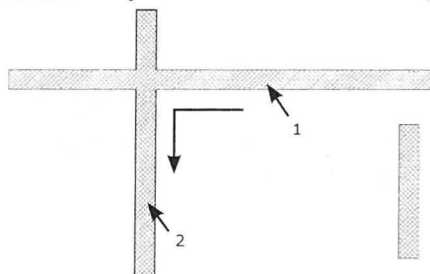

Fig. 06.24. Det er ikke ligemeget, på hvilken side af hjørnet, du vælger væggene.
På figur Fig. 06.24 er der tegnet nogle vægstumper som overlapper hinanden, hvor vi så vil anvende *Trim* til at samle hjørnerne.
- Klik på en ene væg nr. 1 (Fig. 06.24).
- Klik på den anden væg nr. 2 (Fig. 06.24).